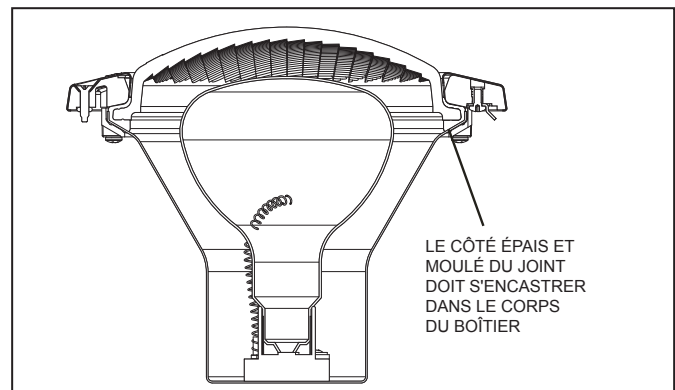

Figure 11. Vue en coupe de la lampe blanche de piscine Jandy
- b. En maintenant la lampe debout, placez le verre de protection et le joint sur la lampe. Veuillez noter que le joint du verre de protection n'est pas symétrique. Il doit donc être installé de telle sorte que le verre soit monté de façon étanche sur le boîtier de la lampe. Placez le joint sur le verre de protection de telle sorte que le côté épais moulé du joint s'encastre dans le boîtier une fois le verre protecteur installé. Voir la Figure 11.